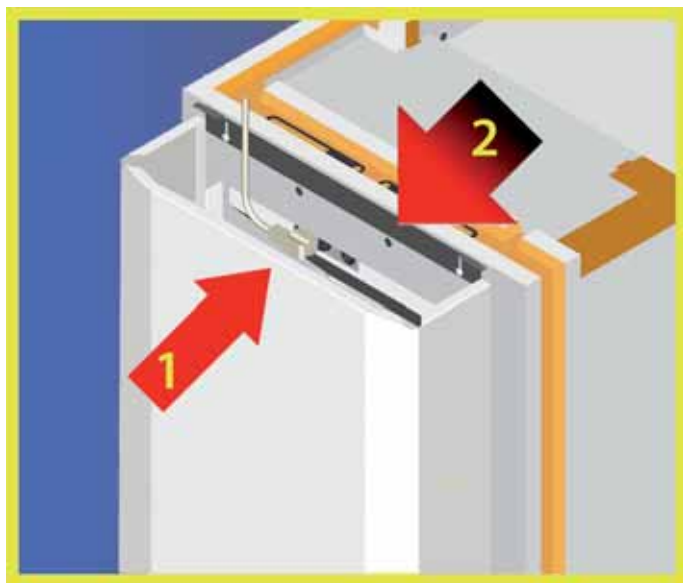

Fig. 15. Montering av tilførselskabel og øvre frontdeksel.
Montering av tilførselskabelen gjøres som vist i fig. 15. Sett apparatstøpselet inn i stikkontakten på maskinens øvre venstre hjørne. Monter det øvre frondekselet ved hjelp av feste (2). Dra til de to skruene.